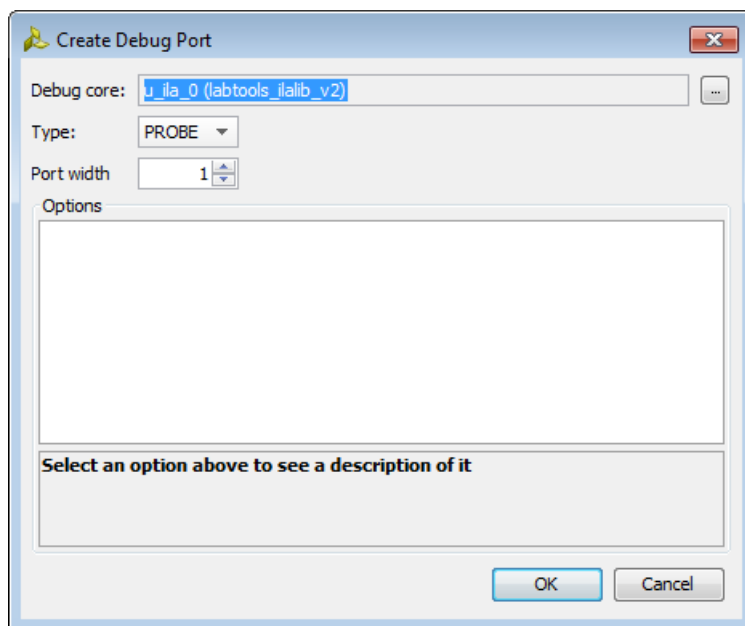

図 4-4 : [Create Debug Port] ダイアログ ボックス
2. ツールバーの [Create Debug Port] をクリックします。[Create Debug Port] ダイアログ ボックスが表示されます (図 4-4)。